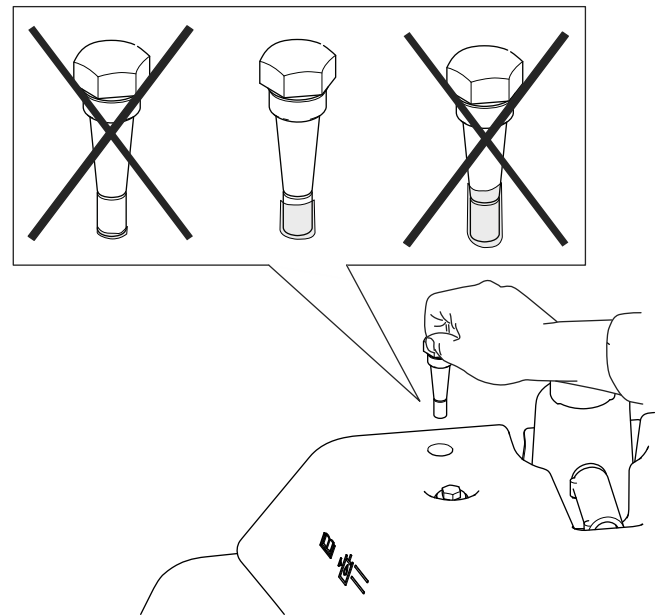

Figura 55
4. Rimuovete l'asta di livello e verificate il livello del fluido. Se si trova tra i segni di riferimento presenti sull'asta, il livello è sufficiente. Se il livello del fluido non è compreso tra le tacche, regolate il livello come opportuno (Figura 55).